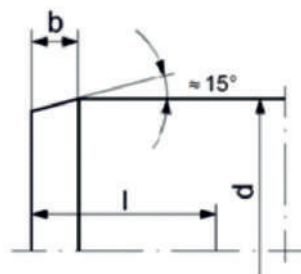

Рисунок 10.
2. Отрезать трубу под прямым углом к оси с помощью ножниц или трубореза. Удалить заусенцы ножом или специальным приспособлением. Снять наружную фаску с трубы под углом приблизительно 15° (как изображено на рис. 10) на длину, указанную в таблице 12 (столбец 2).